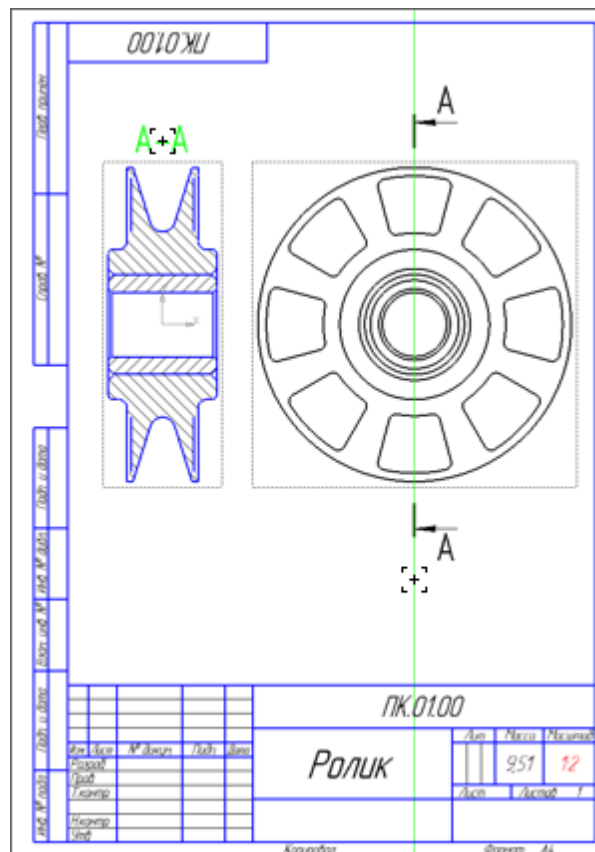

Рисунок 6
- Нажмите клавишу <Delete> — выделенные объекты будут удалены с чертежа (рис.6).